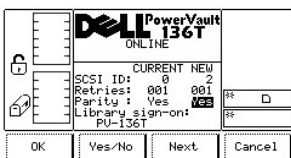

Figure 66. Setup > Library > SCSI > Dialogue Parity
- o Si le champ suivant est le champ **Parity**, reportez-vous à la Figure 66.